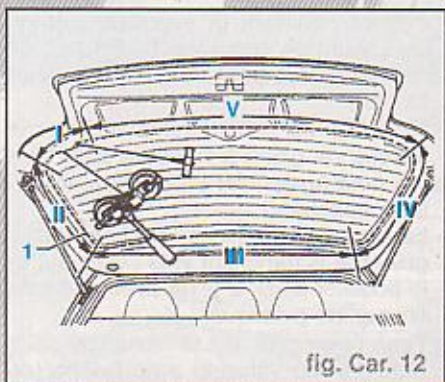

fig. Car. 12
- Masquer le flasque de glace intérieur (1) avec du ruban adhésif renforcé (uniquement en cas d'utilisation du fil métallique tranchant).
- Mettre le dispositif d'enroulement **VAG 1654** en "position I" (fig. Car. 12).